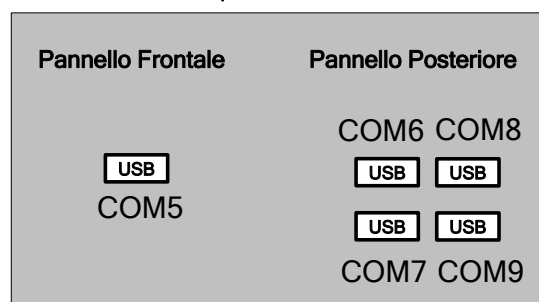

Figura 31-2
2. Nel campo porta modificare il numero della porta dall'elenco a discesa. Per l'allocatione della porta, fare riferimento alla Figura 31-2.